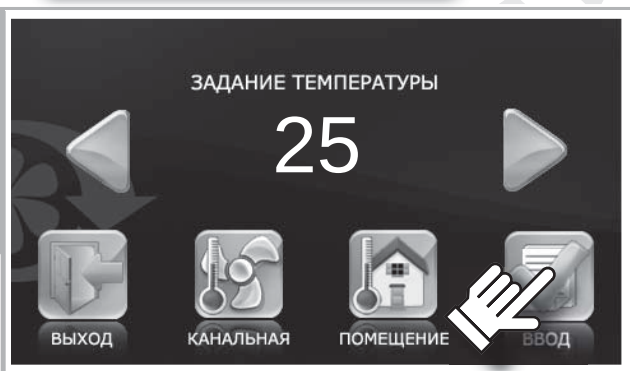

Рис. 11. Изменение температуры регулирования
- Кнопками **КАНАЛЬНАЯ**  - температура в канале и **ПОМЕЩЕНИЕ**  - температура в помещении, выберите тип температуры регулирования (рис. 11).
- установите необходимую температуру регулирования кнопками  и  (рис. 11);